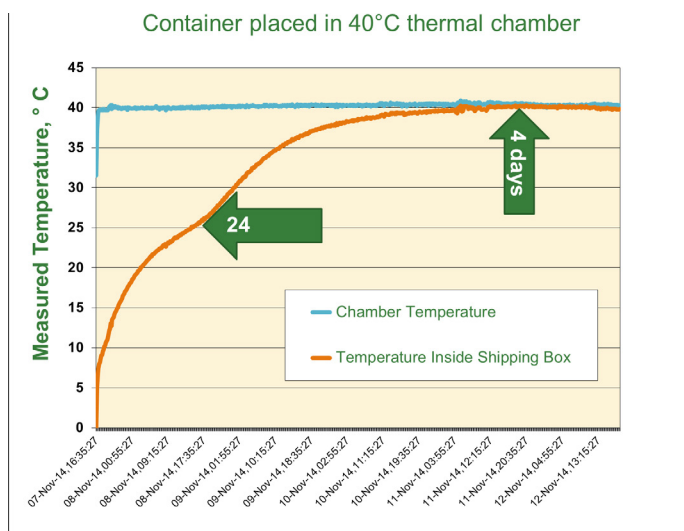

FIGURA 2. Tiempo de calentamiento de la soldadura en pasta SAC305 no clean
3) Permita que la pasta se caliente a temperatura ambiente de forma natural. No force el calentamiento colocando la pasta sobre o cerca de una superficie caliente de la máquina y no abra el frasco. La soldadura en pasta que está por debajo del punto de condensación del área de fabricación evaporará la humedad. Cuando se añade humedad al metal y a los productos químicos que constituyen la pasta de soldar, el rendimiento se degrada. La FIGURA 2 muestra el tiempo de calentamiento desde la refrigeración hasta la temperatura ambiente en un entorno aireado.